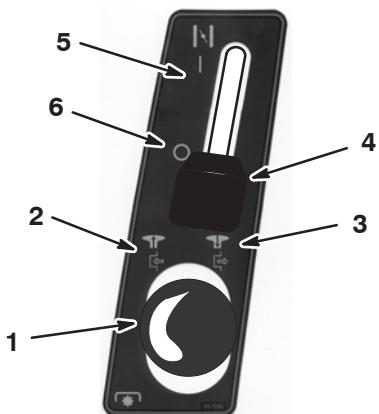
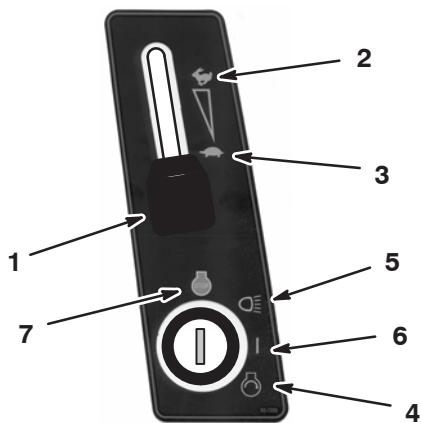

Figure 10
Figure 11
- Désengagez la commande des lames (PdF) (voir la Figure 10).
- Si le moteur est froid, placez la commande de starter en position Marche (Fig. 10).
- Réglez la manette d'accélérateur en position de bas régime (Fig. 11).
7. Tournez la clé de contact dans le sens des horaires et maintenez-la en position de Démarrage (Fig. 11). Relâchez la clé quand le moteur démarre.
8. Lorsque le moteur a démarré, amenez progressivement la manette de starter en position Arrêt (Fig. 10) et la manette d'accélérateur en position Marche (Fig. 11).
1. Placez la manette d'accélérateur en position de ralenti (Fig. 11).
2. Tournez la clé de contact en position Contact coupé (Fig. 11).